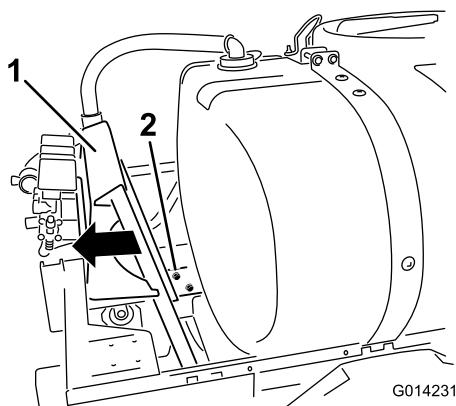

Figura 6
1. Desaperte os parafusos que fixam o suporte de montagem da válvula ao chassis (Figura 6).